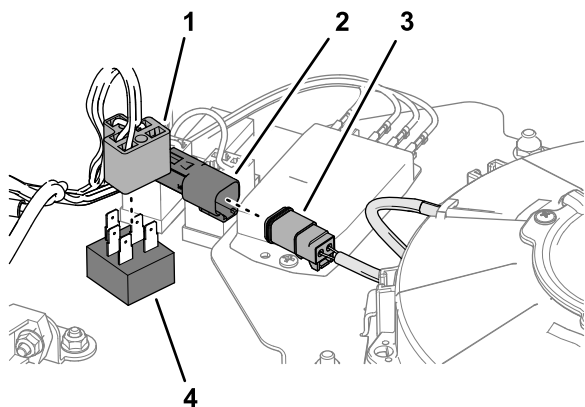

Figura 10
- Collegate il connettore a 5 pin dell'interruttore della ventola al connettore a 5 prese del cablaggio preassemblato del kit (Figura 10).
- Collegate il connettore a 2 pin del cablaggio preassemblato del kit nel connettore a 2 prese del cablaggio della ventola di raffreddamento (Figura 10).